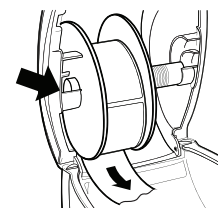

Abbildung 3
Abbildung 3 und 4 in diesem Abschnitt veranschaulichen das Laden von Etiketten in einen LabelWriter 450. Diese Anleitungen zum Laden von Etiketten gelten aber für alle LabelWriter-Modelle.
- 6 Führen Sie die Etikettenspindel in die Zuführung in der Druckerabdeckung ein, wobei die Etiketten unten von der Rolle abstehen sollten. Siehe Abbildung 3.